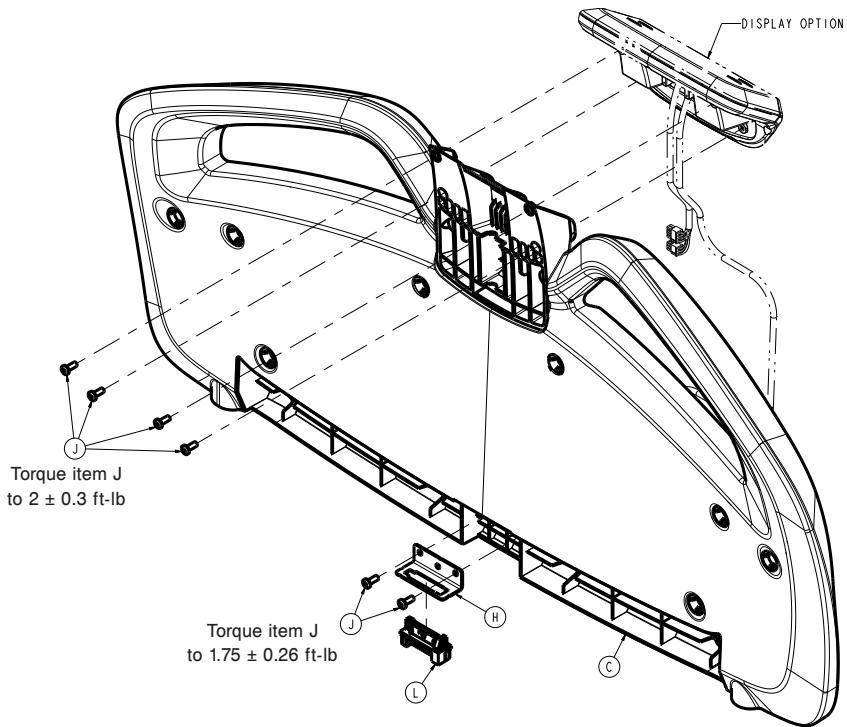

Figure 36 – Boîtier du pied du lit
7. À l'aide d'une clé Torx T25, retirer les quatre vis (J) qui fixent le boîtier de l'affichage au pied du lit (Figure 36). Laisser pendre le boîtier de l'affichage. Conserver les vis.